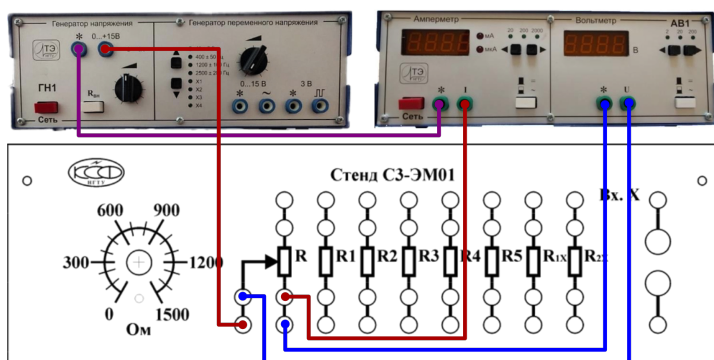

Рис. 7. Схема соединений источника, измерительных приборов и измерительного стенда
3. Соберите установку в соответствии со схемой, представленной на рис. 7.